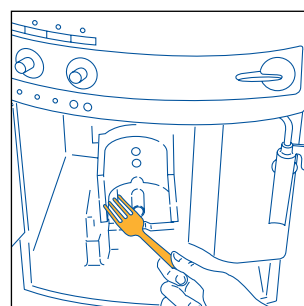

Fig.30
- Limpe cuidadosamente o interior da máquina. Para retirar o café incrustado nas partes internas, raspe-as com um garfo de madeira ou de plástico (fig. 30) e, depois, aspire todos os resíduos com um aspirador (fig. 31);